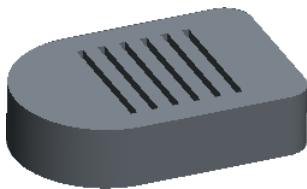

图 3.2.2 放置后的参考模型
Step3. 在“元件放置”操控板中选择  默认 选项,然后单击  按钮,完成参考模型的放置,如图 3.2.2 所示。